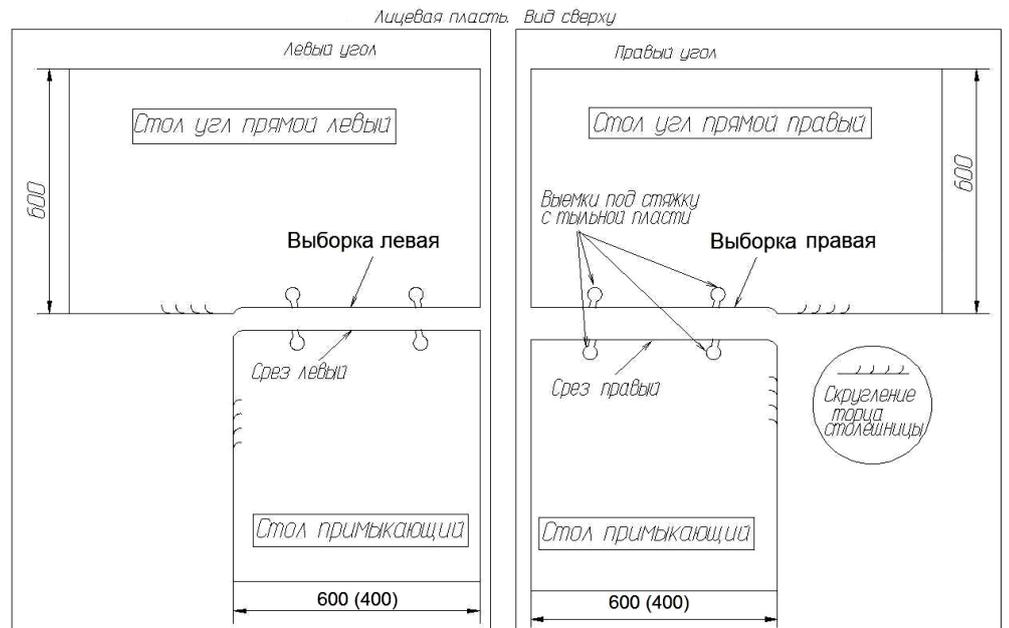

Рис. 1. Еврозипил постформинга с завалом и без завала. Виды стыковки.
- «Выборка правая» на торце столешницы глубиной 600 мм под стыковку столешницы глубиной 600 или 400 мм (рис.1).
- «Срез правый» на поперечном торце столешницы глубиной 600 или 400 мм (рис.1).
- «Выборка левая» на торце столешницы глубиной 600 мм под стыковку столешницы глубиной 600 или 400 мм (рис.1).
- «Срез левый» на поперечном торце столешницы глубиной 600 или 400 мм (рис.1).